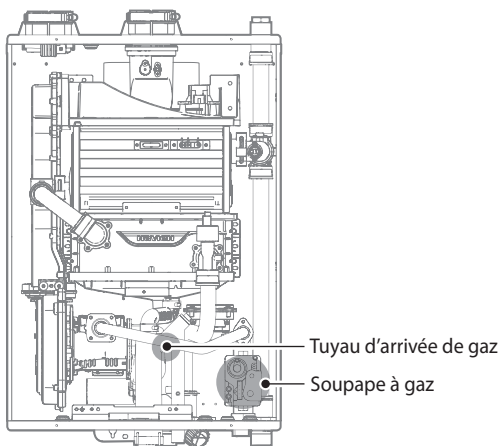

Figure 2. Composants internes des modèles NHB
8. Une fois les composants internes visibles, repérez le conduit d'arrivée du gaz et la soupape à gaz au centre de l'appareil, comme illustré à la figure 2.